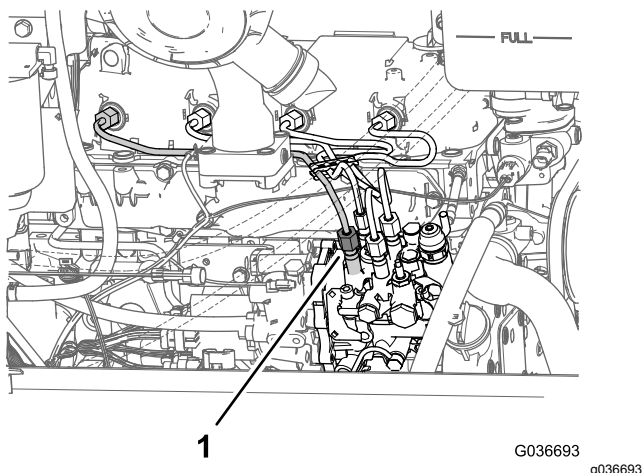

図 47
1. 燃料噴射ポンプの No.1 シリンダ用インジェクタ 図 47 のチューブのナットをゆるめる。